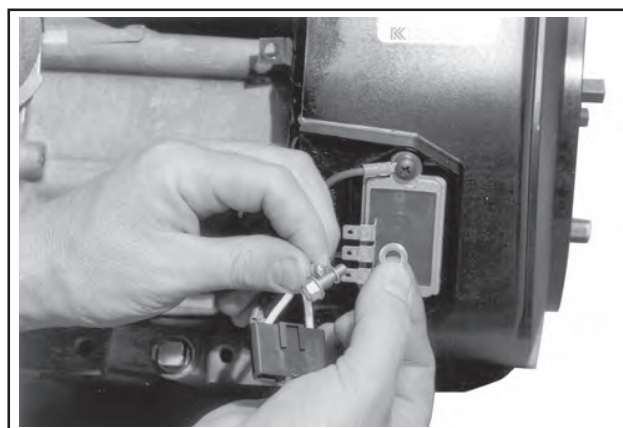

Abbildung 11-69. Anschluss des Massekabels.
1. Den Gleichrichter-Regler im Lüftergehäuse montieren, wenn dieser vorher ausgebaut worden war. Dann das Massekabel des Gleichrichter-Reglers mit der Unterlegscheibe und der silbrigen Schraube über die Innenöffnung des Rings anschließen, wie in Abbildung 11-69 gezeigt. Wird ein Erdungsbügel verwendet, so wird dieser über die untere Montageschraube und die Unterlegscheibe gegen die **äußere** Seite des Gleichrichter-Reglers befestigt. Siehe Abbildung 11-71.